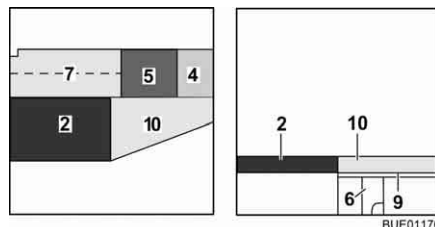

Bild 132 Nach dem Umbau
- Das Sitzpolster (Bild 132,5) in die Mitte legen.
- Das Rückenpolster (Bild 132,4) zwischen das Sitzpolster und die Wand legen.
- Das Zusatzpolster (Bild 132,10) auf die Bettverbreiterung legen.